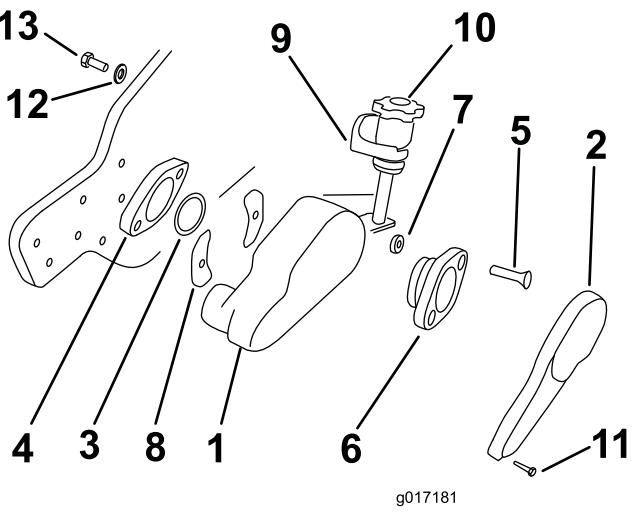
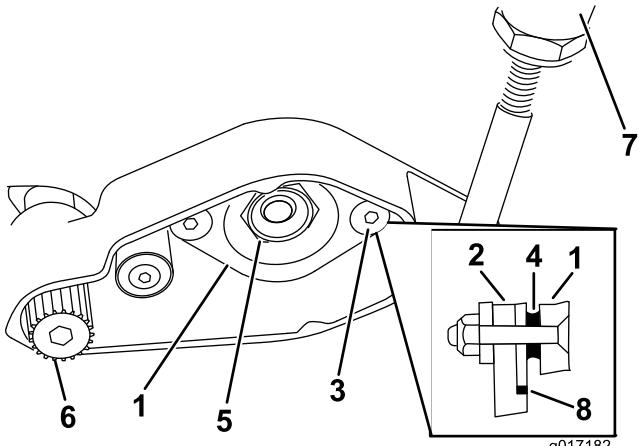

Bild 4
Bild 5
- A. Entfernen Sie die drei Sechskantkopfschrauben und Sicherungsscheiben, mit denen die Abdeckung am Groomergehäuse befestigt ist (Bild 4).
- B. Entfernen Sie die Belleville-Scheibe und die Kopfschraube ($3/8'' \times 5/8''$) von jedem Befestigungsblock (Bild 4).
- C. Setzen Sie einen Adaptring in das Spindelkegelrollenlager-Gehäuse (Bild 4 und Bild 5).
D. Stecken Sie die zwei Senkschrauben ($3/8'' \times 2''$) durch den Kegelrollenlager-Adapter und legen Sie die Distanzstücke auf die Schrauben (Bild 4 und Bild 5).
- E. Fluchten Sie den Kegelrollenlager-Adapter, die Distanzstücke und Schrauben mit dem bronzenen Kegelrollenlager und den Schlitten im Groomergehäuse aus. Schieben Sie den Kegelrollenlager-Adapter durch das bronze Kegelrollenlager und stecken die Schrauben durch die Schlitte im Groomergehäuse (Bild 4 & Bild 5).
- F. Setzen Sie eine Schlitzabdeckung auf jede Schraube und fluchten Sie die gekrümmte Seite der Schlitzabdeckung mit der Krümmung am Groomergehäuse aus. Die Krümmung der Schlitzabdeckungen muss vom Groomergehäuse weg verlaufen (Bild 4).
- G. Setzen Sie die Senkschrauben in das Spindelkegelrollenlager-Gehäuse ein. Befestigen Sie die Sicherungsmuttern an den Schrauben und ziehen sie mit 31 bis 37 N·m an (Bild 4 und Bild 5).
9. Schieben Sie ein Ende der Groomingwelle in die Kegelrollenlagerstütze im Groomergehäuse (Bild 5). Stellen Sie sicher, dass die Spitzen der Groomermesser nach vorne zeigen.
10. Tragen Sie Loctite-Bindemittel auf das Schraubengewinde an der Groomerwelle auf. Schrauben Sie die Antriebsriemenscheibe (Linksgewinde) auf das Ende der Groomerwelle. Ziehen Sie die Riemenscheibe mit einem Sechskantschlüssel ($3/8''$) an einem Drehmomentschlüssel mit 39 bis 47 N·m an (Bild 4 und Bild 5).
11. Befestigen Sie den Befestigungsblock für das Einstellrad mit der vorher entfernten Kopfschraube ($3/8'' \times 5/8''$) und Belleville-Scheibe an der linken Seitenplatte (Bild 4).
12. Befestigen Sie den Rahmen des linken Untermesserträgereinstellers mit den vorher entfernten Kopfschrauben und Scheiben an der Seitenplatte (Bild 4).
13. Nehmen Sie Spindelkegelrollenlager-Sicherungsmutter von der Spindelwelle ab (Bild 5). Verhindern Sie mit einem Holzblock, dass sich die Spindel drehen kann.